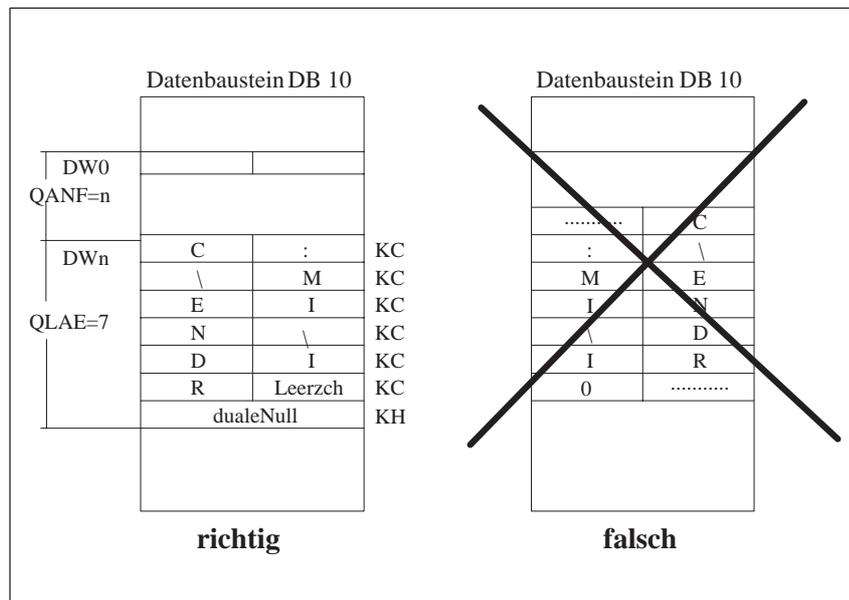

Bild 8-6 Ablage der Pfadnamen in einem Datenbaustein
- Offset des 1. Datenwortes mit dem Pfadnamen. (Der Pfadname muß an einer **Wortgrenze** beginnen, siehe Bild 8-6.)